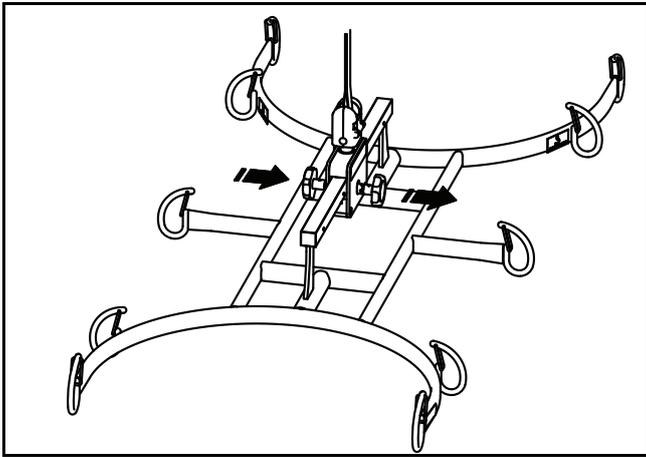
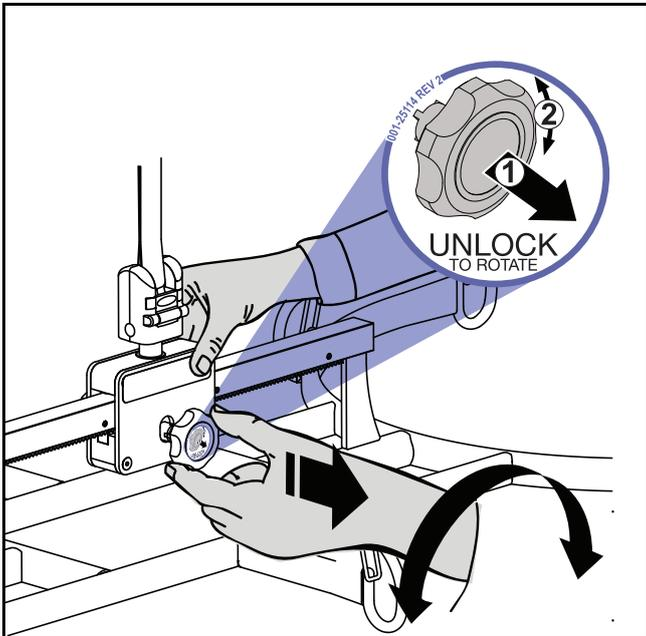

Fig. 8
Fig. 9
- 3) Per regolare la barra per barelle, tirare o premere le manopole (a seconda di quale sia selezionata) contro la pressione della molla per innestarle (vedere Fig. 8), quindi ruotarle (vedere Fig. 9).